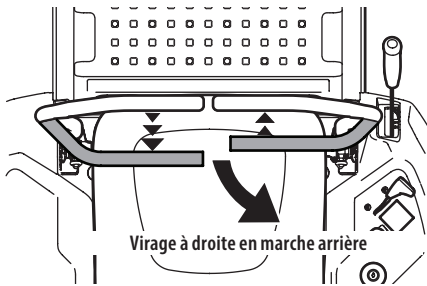

Figure 33
2. Pour tourner à droite en marche arrière, poussez la barre de conduite droite vers l'avant et tirez la barre de conduite gauche vers vous (Figure 33).